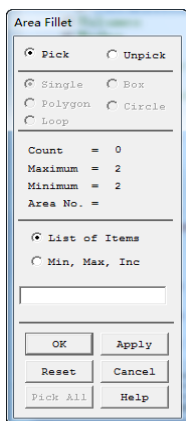

图 3-36 选择创建倒角的面
①从主菜单中选择 Main Menu: Preprocessor > Modeling > Create > Areas > Area Fillet。
②打开图形选择对话框，如图 3-36 所示。